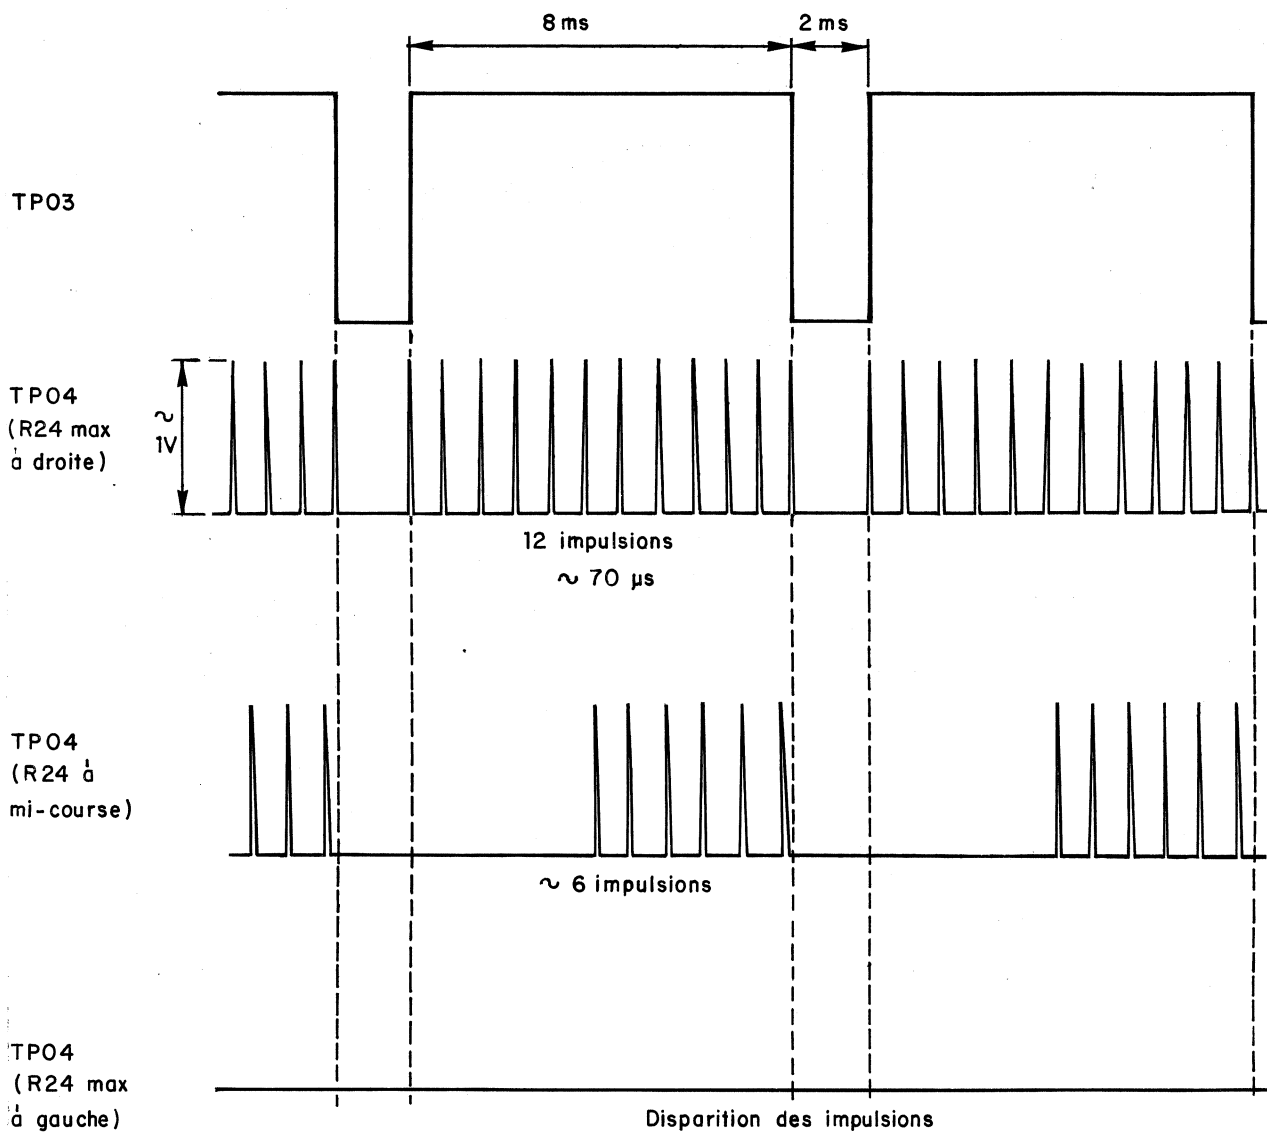

Fig. 3
- et vérifier ces signaux (voir Fig. 3).